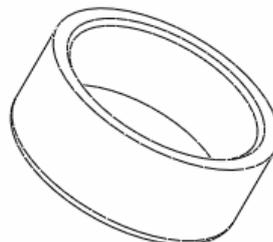

图 35-11
- (4) 单击  按钮，完成倒角特征建立，如图 35-11 所示。